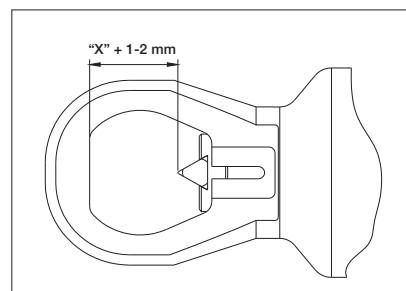

Figura 7
4. Gire a cabeça de corte até que a distância entre a base plana e a extremidade da lâmina seja igual à distância entre as porcas e o parafuso, previamente medida no Passo 1 MAIS um adicional de 1 a 2 mm (1/16"). Ver Figura 7.